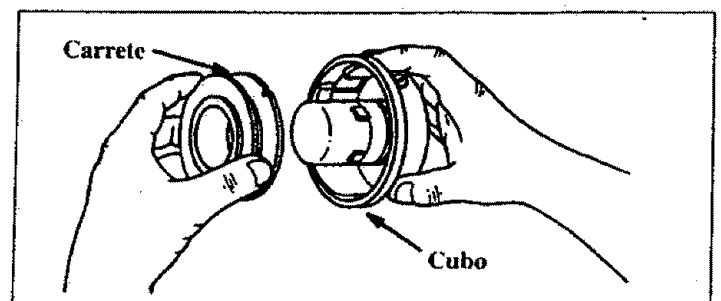

Figura 14
- b. Saque el carrete. Figura 14.